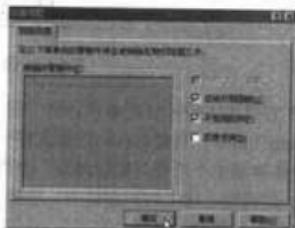

图 6-66 “剖面视图”对话框
(9) 链选所绘制的剖切线后，单击 (剖面视图) 工具，显示“剖面视图”对话框。单击视图中剖切线经过的螺栓等零件，将不剖切所选定的零件，勾选“自动打剖面线”复选框，如图 6-66 所示。